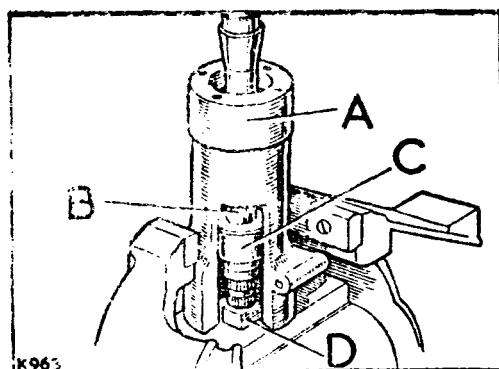

Fig. G1-73.- Caja compensadora, eje y tajo de apoyo en su posición correcta.
- 3.4.- Sujetar el conjunto de la caja y eje, con el extremo inferior hacia arriba, en un tornillo de banco, situado en un tajo de 3/4" (19 mm). D (Fig. G1-73), debajo del extremo inferior del eje, B.